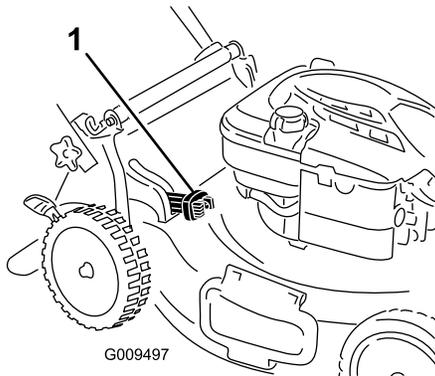

Рисунок 21
- Для сбора скошенной травы и листьев в мешок нажмите кнопку на рычаге сбора в мешок и двигайте рычаг вперед, пока кнопка на нем не вернется в исходное положение (Рисунок 21).